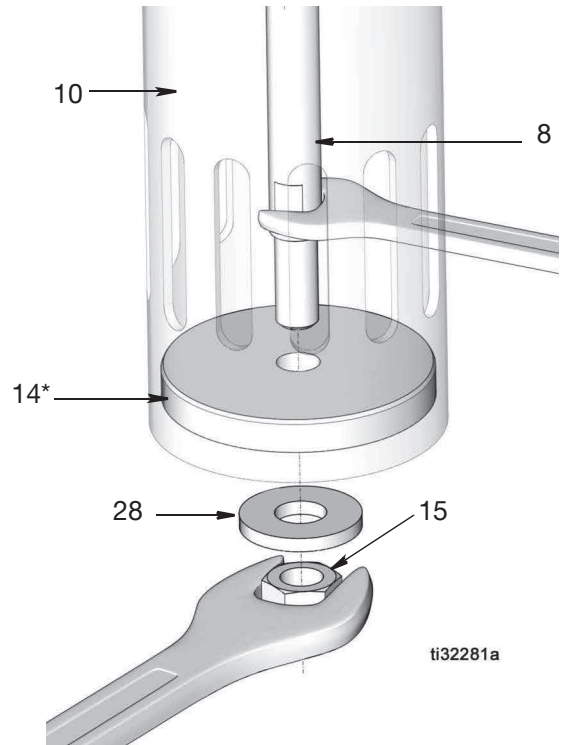

図 6
4. フランジの万力の顎を閉じて、エアモーターのベース (21) を万力で水平にクランプします。
5. フットバルブ (10) のスロットからレンチを差し込み、ショベル用ピストンのロッド (8) の平坦部の周りに固定します。ショベル用ピストンのロッドを所定の位置に固定したまま、2 つ目のレンチを使用してジャムナット (15) を緩めます。ショベルのロッドからワッシャ (28) とプライミングのプレート (14) を取り外します (図 6)。